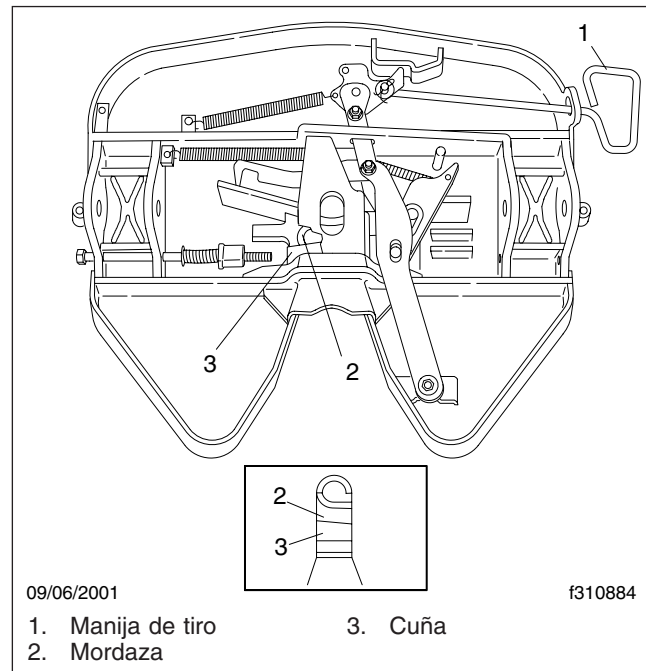

Figura 5, Quinta rueda Fontaine
3. Lubrique la quinta rueda antes de abrirla y cerrarla. Engrase la mordaza y la cuña con un destornillador y distribuya la grasa a todo lo largo de las superficies de contacto de la mordaza y la cuña. Vea la Figura 5. Abra y cierre la quinta rueda varias veces para distribuir aún más la grasa.